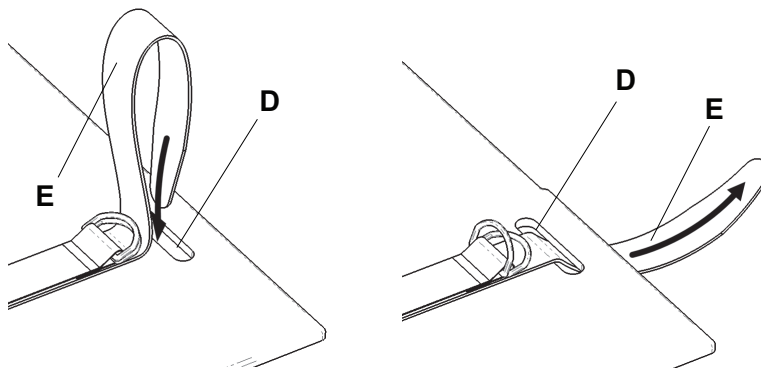

Figura 1 – Inserimento delle cinghie di ancoraggio
8. Far passare la cinghia di ancoraggio (E) nel foro dello schienale (D) (Figura 1).